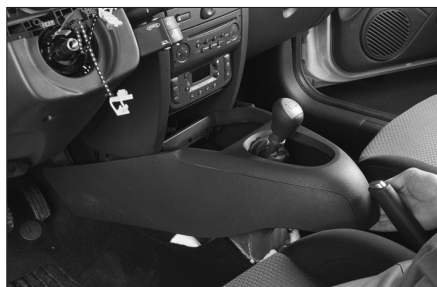

Fig. 17
- Dégager la console plancher par l'arrière (Fig.17).